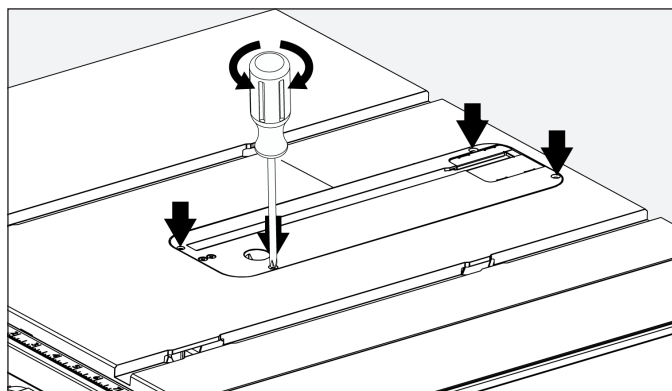

FIGURA 14
Si se requiere un ajuste, ajuste los (4) tornillos Phillips (FIGURA 14) hacia arriba o abajo según sea necesario. Repita este proceso según sea necesario hasta que la placa de garganta quede nivelada.